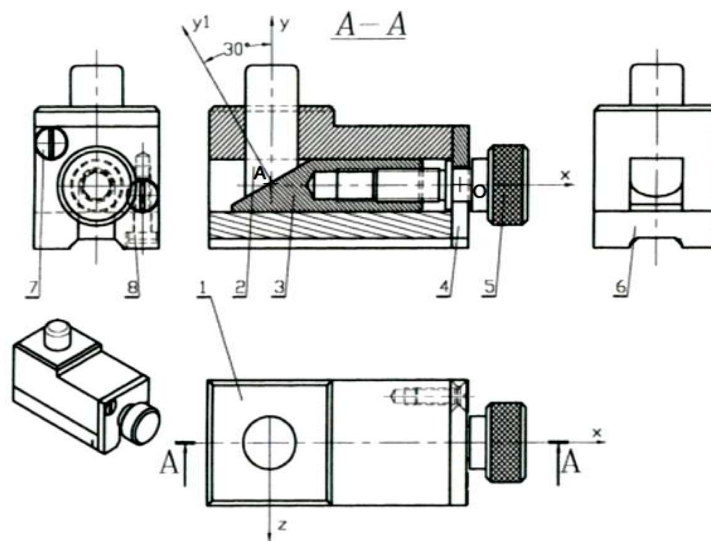

Figure 13 - Dessin d'ensemble de la butée
On s'intéresse à une butée réglable, dont le but est de positionner précisément un pion (2) par action sur le bouton moleté (5) (figure 13 ci-dessous).